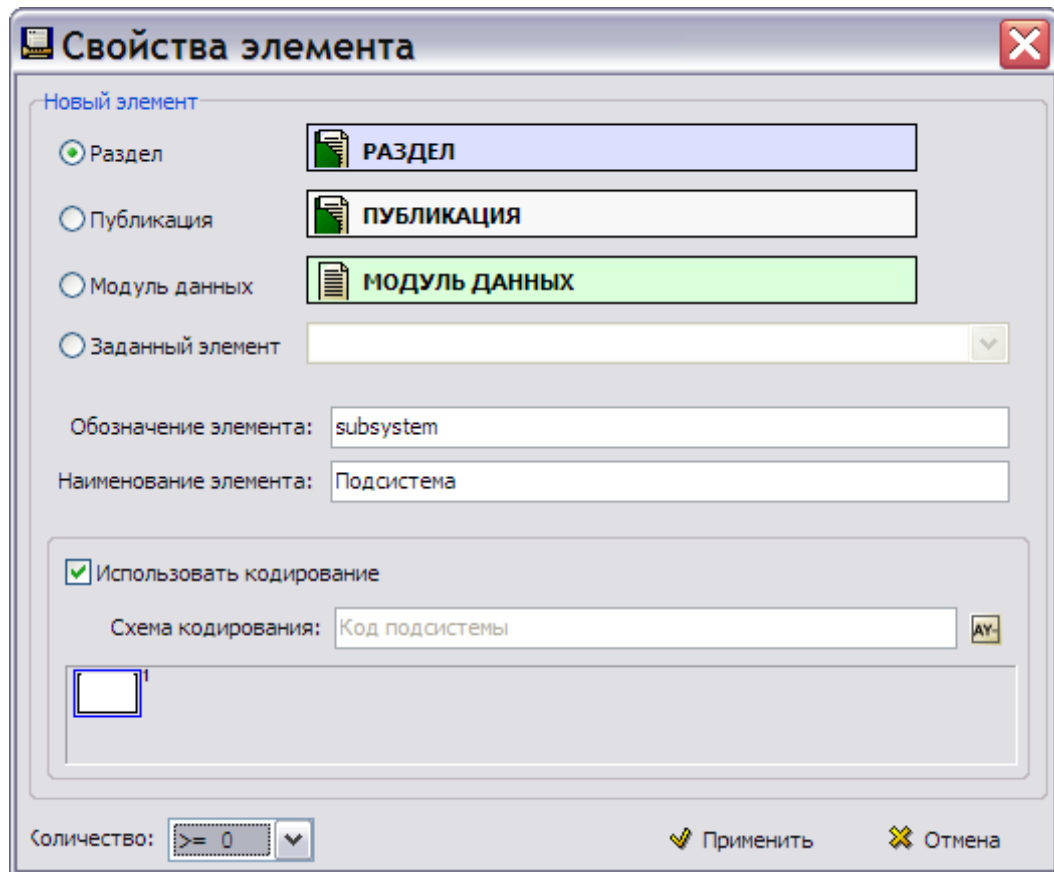
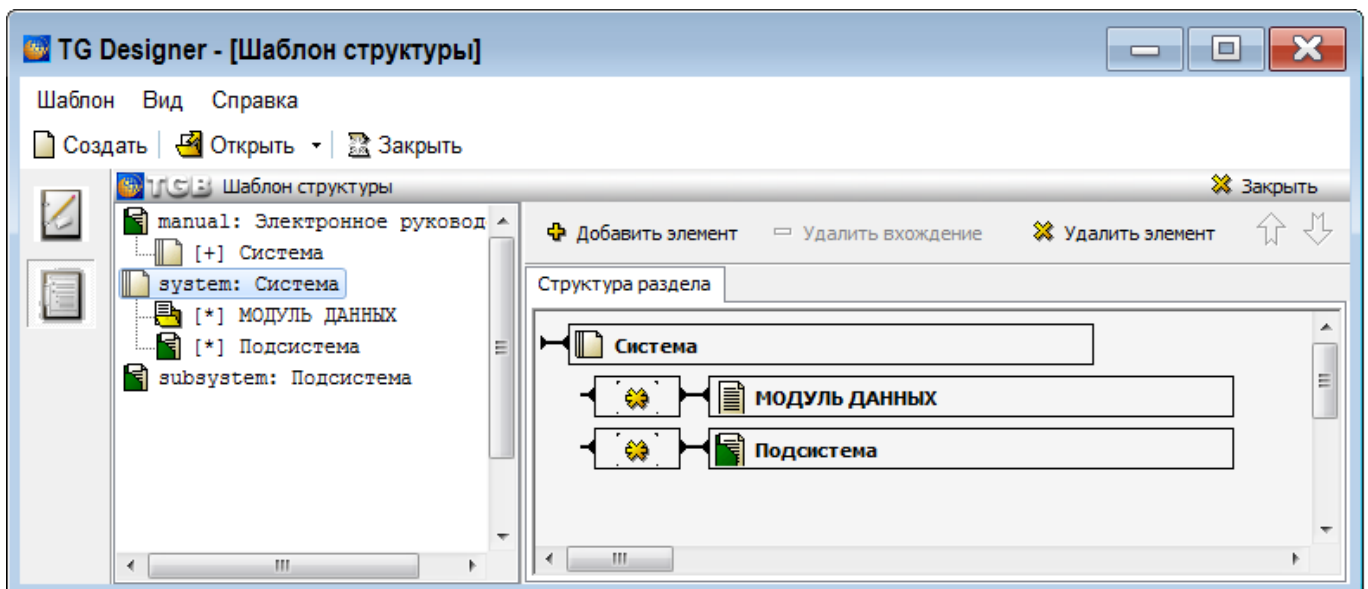

Рис. 4.13
Рис. 4.14
4. Введите обозначение элемента «`subsystem`». Обозначение должно состоять из латинских букв (Рис. 4.13).
10. В окне **Свойства элемента** нажмите на кнопку  **Применить** (Рис. 4.13). После этого произойдёт возврат в окно редактора **Шаблон структуры** (Рис. 4.14).
В левом окне, в дереве структуры отображается ветвление до второго подуровня, то есть, дерево разбито на блоки по два уровня. Структура, показанная на Рис. 4.14, представляет собой следующее:
В правом окне редактора показана структура текущего раздела – элемента **Система** (Рис. 4.14).